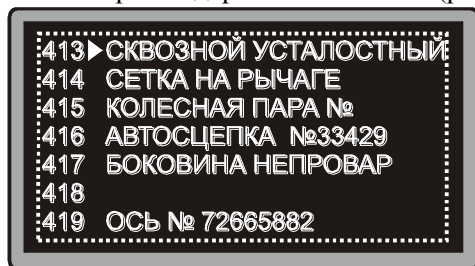

Рис. 6.11 Режим работы с памятью
6.15.2.3 Кнопками "↑", "↓" выбрать желаемое действие и нажать кнопку "←". Появится экран содержимого памяти (рис. 6.11).